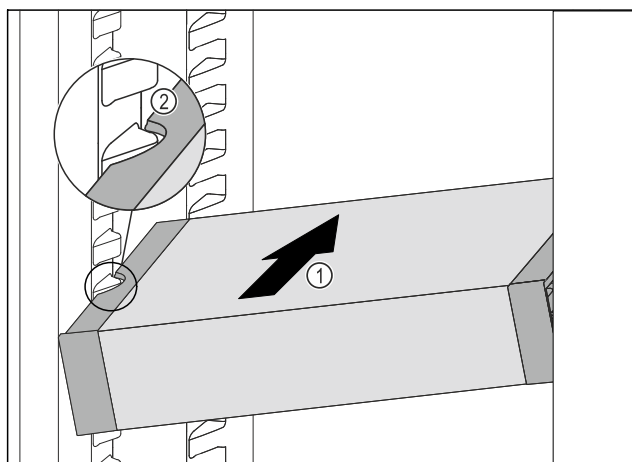

Fig. 104
- VarioSafe gurajte koso u hladnjak Fig. 104 (1) sve dok se bočni otvori Fig. 104 (2) ladice VarioSafe ne nađu na visini žlijeba spremnika u hladnjaku.